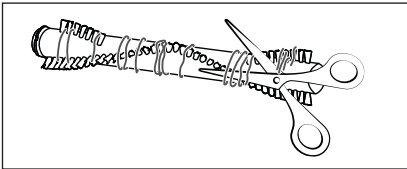

Fig. 26
- 4) Klip trævler og hår langs børsterne til børsterullen **20** igennem med en saks (se fig. 26). Fjern trævler og hår fra børsterullen **20**.